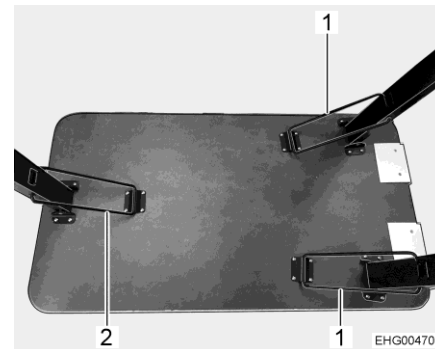

Bild 13 Bord (bordsben utfällt)
- Spärra bordsbenet med bygeln (Bild 13,2).
- Spärra alla tre bordsbenen med bygel (Bild 13,1 och Bild 13,2).